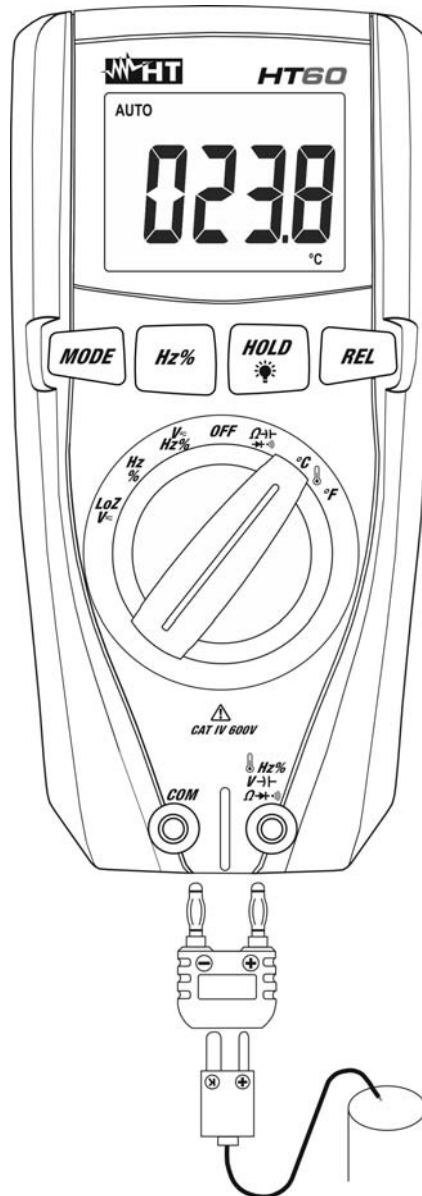

Fig. 9: Uso del instrumento para medida de Temperatura
2. Inserte el adaptador en dotación en los terminales de entrada **Hz%V-|Ω▶(·))** (polaridad +) y **COM** (polaridad -) (vea Fig. 9)